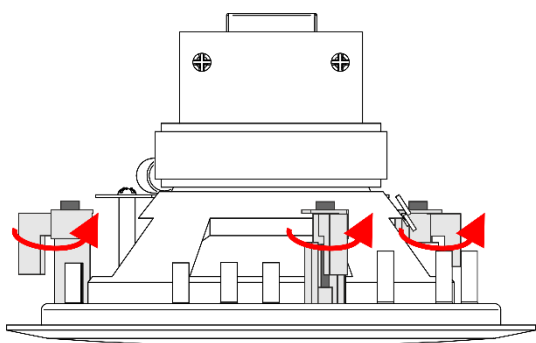

Fig. 02
- 05) Ruotare i **ganci di montaggio (04)** sul subwoofer in senso anti-orario e spingerli verso il basso per rilasciarli come indicato sulla Fig. 02 e 03.